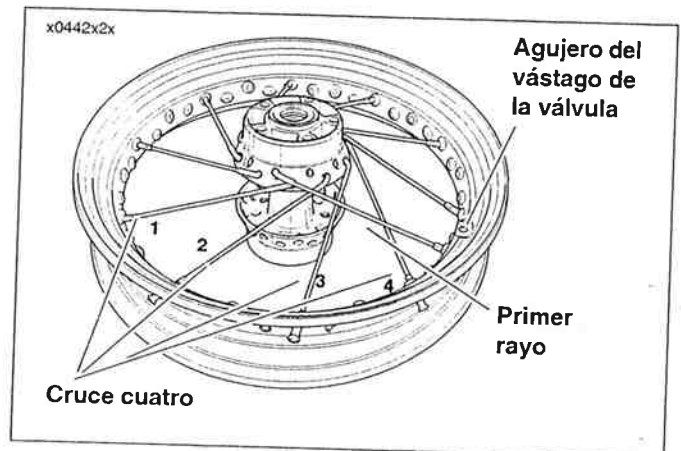

Figura 2-24.
4. Vea la Figura 2-24. Coloque el primer rayo de la fila superior dentro del cubo como se muestra a continuación. Coloque el rayo en un ángulo hacia la izquierda, cruzando cuatro rayos de la fila inferior. El rayo debe entrar en el agujero que está a la derecha del agujero del vástago de la válvula.